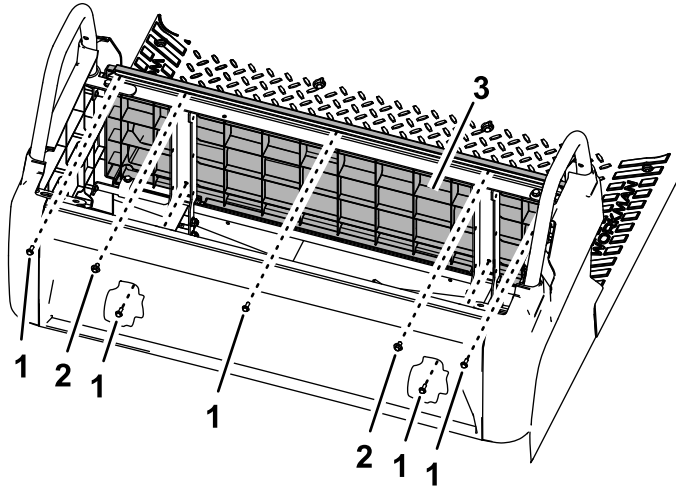

Figura 2
2. Retire los 5 pernos (N° 10 x 1/2") y los 2 conjuntos de perno y arandela (Figura 2).
5. Retire el panel de la base del asiento trasero (Figura 2).